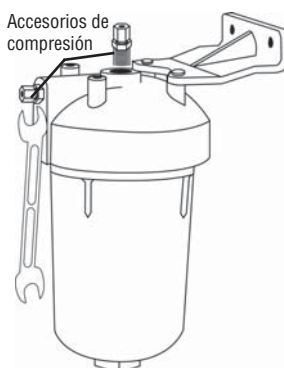

Figura 4
- Enrosque un accesorio en la salida del filtro (arriba) y el otro accesorio en la entrada del filtro (costado). Apriete ambos accesorios con una llave. No lo apriete demasiado. (Figura 4)